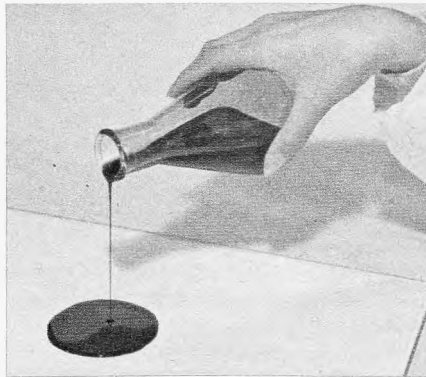

Bild 1. Auftragen des flüssigen Fotoleiters auf den Träger
3. Die organische Fotoleiter sind – was bei der Verwendung als Filmbeschichtung wichtig ist – wesentlich transparenter als die bisher üblichen Schichten (bis zu 80 % Transparenz ist erzielbar). Sie können auf den Träger sehr dünn und lackartig aufgetragen werden (Bild 1). Es ergibt sich eine extrem glatte Oberfläche. Deshalb liegt die Detailauflösung bei 150 Linien/mm. Ihre Flexibilität erlaubt die Herstellung von Rollfilmen.
Um das Rauschverhalten von Röhre oder Transistor beurteilen und beschreiben zu können, geht man folgendermaßen vor. Man betrachtet das Bauelement als rauschfrei und schaltet vor seine Eingangsklemmen einen Rauschvierpol. Er ist so zu bemessen, daß an den Ausgangsklemmen des idealen, rauschfreien Bauelementes die gleiche Rauschspannung entsteht, wie im tatsächlichen Betrieb (Bild 1). Dieser – physikalisch natürlich nicht vorhandene – Vierpol hat keine eigene Verstärkung ($V_L = 1$), es sind aber sämtliche Rauschquellen in ihm konzentriert.